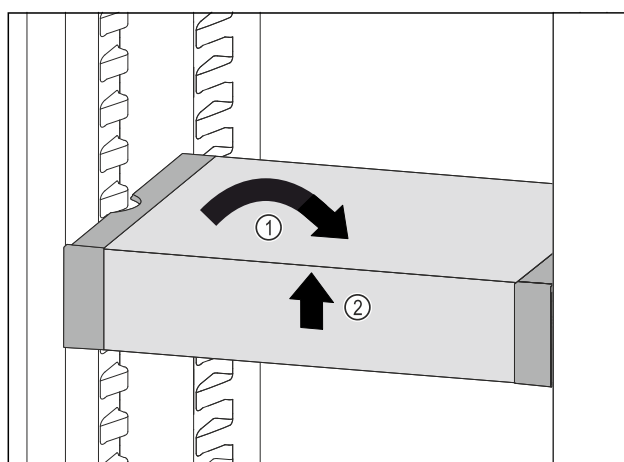

Fig. 120
- ▶ Remettre le VarioSafe droit. Fig. 120 (1)
- ▶ Soulever la partie avant du VarioSafe. Fig. 120 (2)